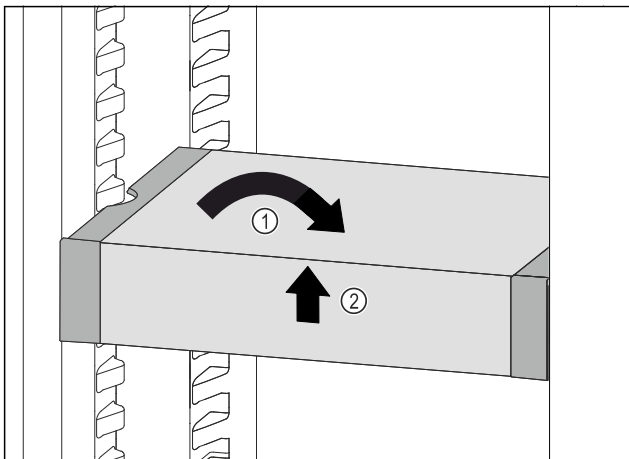

Fig. 81
- ▶ Изправете VarioSafe. Fig. 81 (1)
- ▶ Повдигнете VarioSafe отпред. Fig. 81 (2)